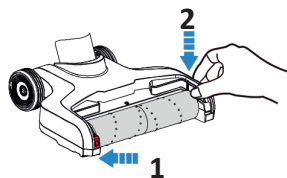

Fig. 39
- Después de la limpieza, instale primero el asa y luego vuelva a colocar el cepillo giratorio en el aparato. Para reinstalar, primero coloque el lado izquierdo (no convexo) en la ranura, luego empuje el lado derecho (con el asa) dentro del aparato (Fig. 39).